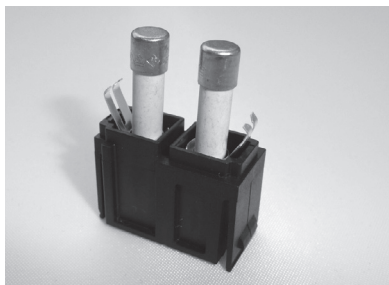

Fig. 2
- Reinserire il portafusibili dopo la sostituzione dei fusibili (Fig. 2). Accertarsi che il portafusibili scatti correttamente in posizione.